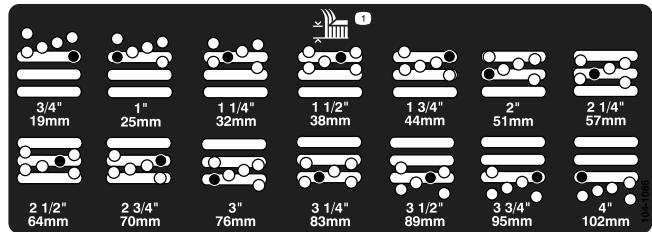

Figura 9
5. Spostate l'alloggiamento all'altezza di taglio opportuna e montate il distanziale nel foro e nella scanalatura dell'altezza di taglio prescelta (Figura 9).